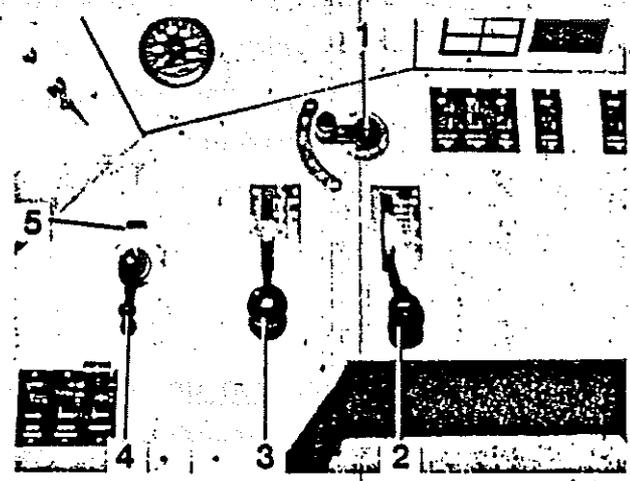

Figura 42 Elementos de servicio para marcha de socorro
ADVERTENCIA: Los equipos de protección permanecen funcionando durante la marcha de emergencia. El regulador de intensidad (Figura 42/3) y el manipulador de freno eléctrico están fuera de servicio. Deben llevarse a cabo las siguientes acciones:
- Desenclavar el manipulador de socorro (tracción sin electrónica) (Figura 42/4) con la llave de seguridad negra.
- Poner el inversor (Figura 42/1) en el sentido de marcha deseado.
- Colocar el manipulador de tracción (Figura 42/2) en "oS".
- Controlar gradualmente la tracción del tren con el manipulador de socorro (Figura 42/4). Tener en cuenta que se trata de un control directo sobre los contactores.